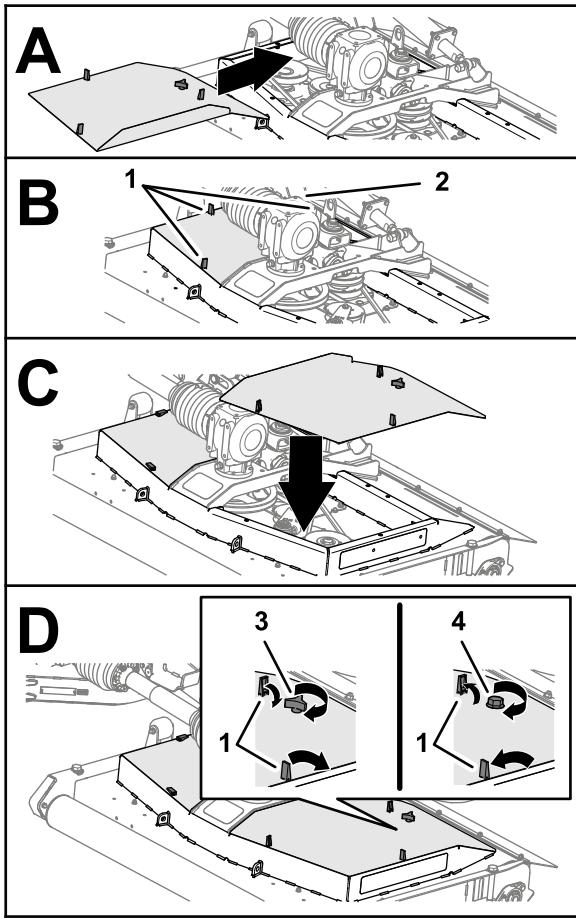

Figure 47
1. Alignez les verrous du capot de plateau et les trous du plateau de coupe (Figure 47).
2. Installez le capot sur le plateau de coupe (Figure 47).
3. Fixez le capot (Figure 47) comme suit :
4. Fixez les 3 verrous du capot au plateau de coupe (Figure 47).
5. Répétez les opérations 1 à 4 pour les autres capots que vous avez déposés (Figure 47).